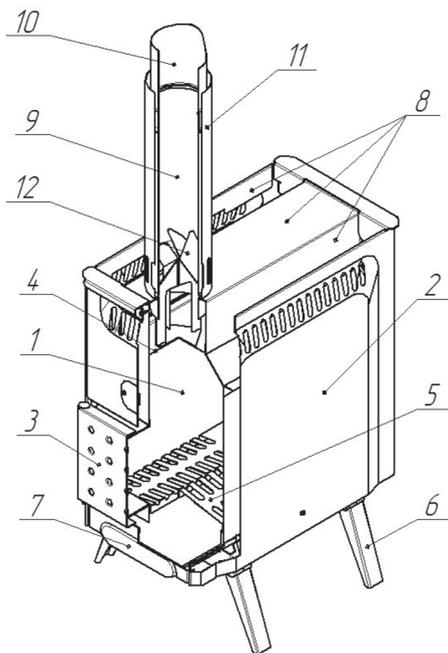
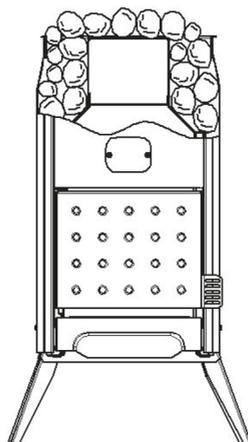

Рисунок 1 Общий вид печи-каменки «ГОРНЫЙ АЛТАЙ»
Рисунок 4
Конструктивно печь состоит из топки (1) (рис. 1), заключённой в конвектор (2), и дверки (3). Внутри топки размещены отсекаль пламени (4), обеспечивающий оборот горячих газов и в результате лучший прогрев стенок печи, и колосник (5). Печь установлена на шарнирно закреплённых на топке ножках (6). Ящик зольника (7) позволяет легко удалить золу из топки, в том числе во время работы печи. Конвектор экранирует жёсткое тепловое излучение от стенок топки. Конвектор печи и топка образуют каменку (8). Укладка камней показана на рис. 4. Для организации дымохода в комплект печи входят переходной патрубок (9), пять дымовых труб (10), защитная труба (11) и искрогаситель (12). Внешний вид элементов дымохода показан на рис. 2.